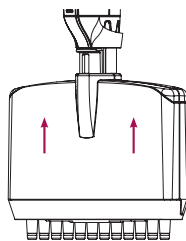

Bild 2
2. Drücken Sie die Vorderseite des Gehäuses auf beiden Seiten nach oben, um dieses zu öffnen (Bild 2).